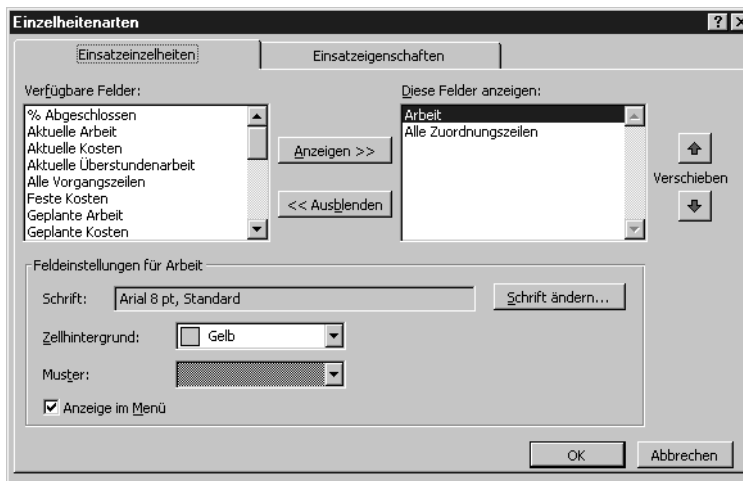

Abbildung 17.3:
2. Wählen Sie FORMAT, EINZELHEITENARTEN. Alle verfügbaren Felder werden links im Dialogfeld aufgelistet. Alle Felder, die zur Zeit angezeigt werden, werden auf der rechten Seite (siehe Abbildung 17.3) aufgelistet. Erstellen Sie mit Hilfe der Felder ANZEIGEN oder AUSBLENDEN und durch die Anordnung mit Hilfe der Schaltflächen VERSCHIEBEN eine benutzerdefinierte Ansicht: Einsatz.